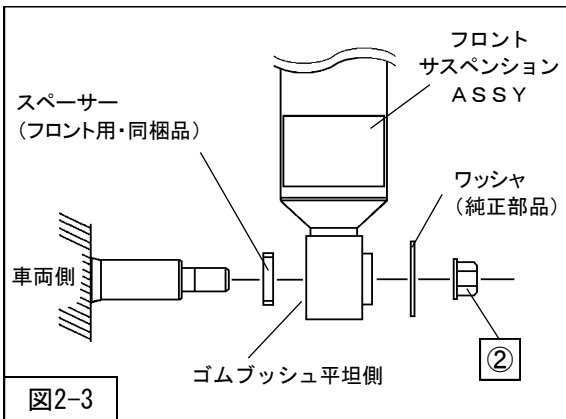

図2-3
- フロントサスペンションASSYロア取付け部の車両側のシャフトにスペーサー (フロント用・同梱品) を取付けてください。(図2-3)
②フロントサスペンションASSYロア取付ナット
を取付けてください。(図2-3・図2-4)